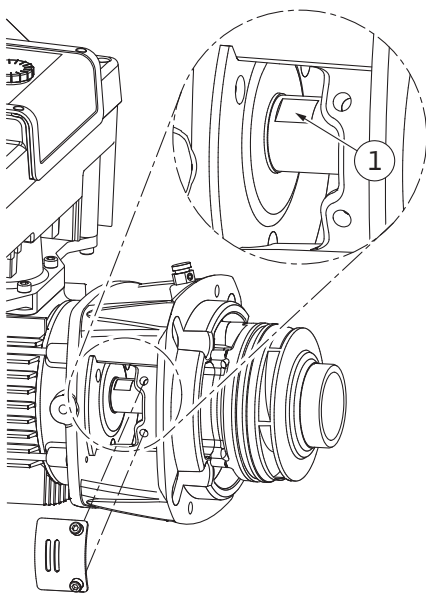

Fig. 105: Méplats sur l'arbre
14. Engager une clé plate de 0,9 in (diamètre de 22 mm) dans le regard de la lanterne et maintenir l'arbre au niveau des méplats (Fig. 105, pos. 1). Dévisser l'écrou de blocage de roue (Fig. I, pos. 22). La roue (Fig. I, pos. 21) sort automatiquement de l'arbre.
15. Démontez la cale d'épaisseur (Fig. I, pos. 20).
3. Engager une clé plate de 0,9 in (diamètre de 22 mm) dans le regard de la lanterne et maintenir l'arbre au niveau des méplats (Fig. 105, pos. 1).